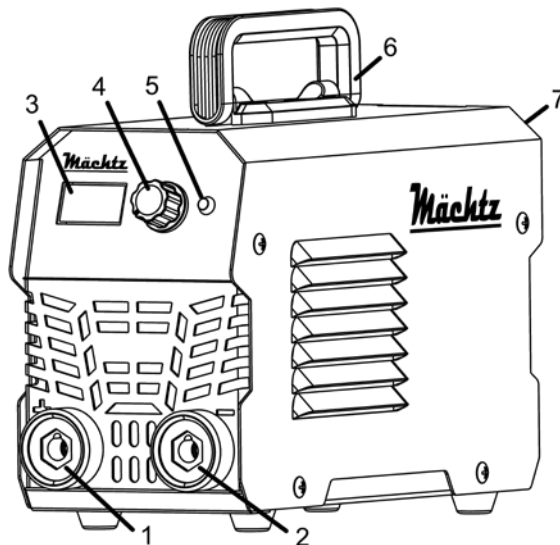

Рисунок 1
- Після увімкнення системи примусового охолодження апарату (стане чутним характерне гудіння), поворотом рукоятки регулятора зварювального струму (4, рисунок 1) встановіть необхідну величину струму.